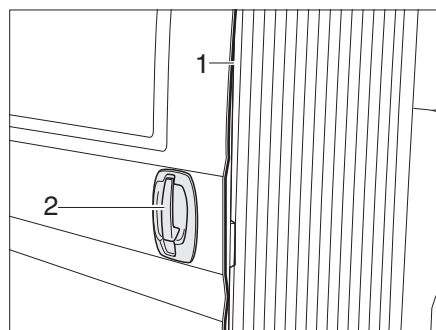

Bild 22 Schiebetür, elektrisch - Türgriff außen
- ▷ Um Quetschungen an der elektrischen Schiebetür zu vermeiden, befindet sich an der Schließkante eine Kontaktleiste (Bild 22,1). Bei Berührung wird die Bewegung der Schiebetür sofort gestoppt.
- Am Türgriff (Bild 22,2) ziehen. Die elektrische Schiebetür fährt bis zum Anschlag auf.
- Am Türgriff (Bild 22,2) ziehen. Die elektrische Schiebetür schließt sich und fährt in das Türschloss.